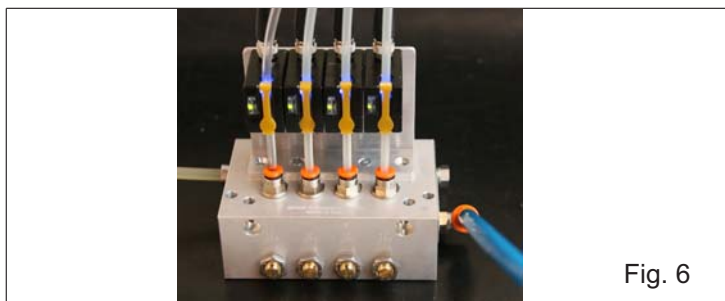

Fig. 6
- Montaggio: max a 10 cm dal miscelatore (vedi fig.6)
Posizione di montaggio: max 10 cm dal miscelatore aria-olio. Fissaggio al miscelatore tramite piastra di montaggio (Fig. 6).